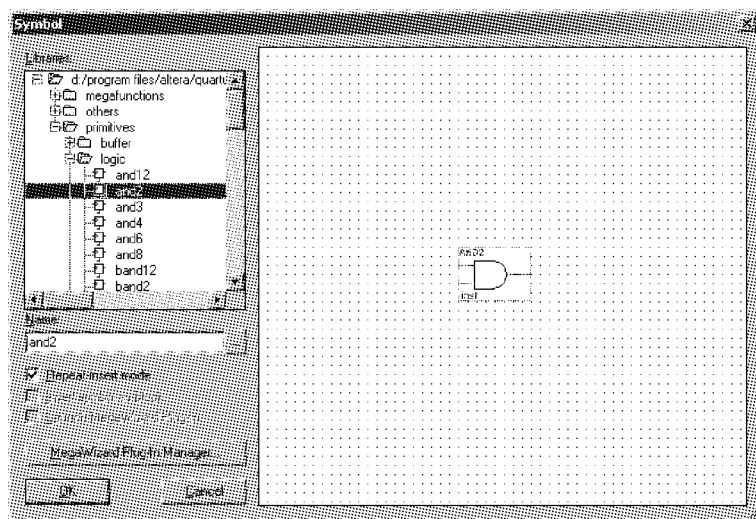

图 3-10 有两个输入端的与门 and2
(1) 在绘图工具栏内单击 Symbol Tool 按钮 ,弹出如图 3-10 所示的 Symbol 对话框。
如图 3-10 所示,在打开的 logic 文件夹中,选择有两个输入端的与门 and2,这时 Symbol 对话框右侧会显示元件图形。